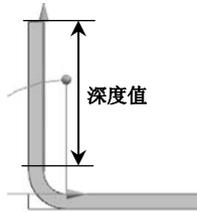

图 5.19 腹板
- **腹板** 选项：用于表示钣金深度，即平直钣金段的长度，如图 5.19 所示。